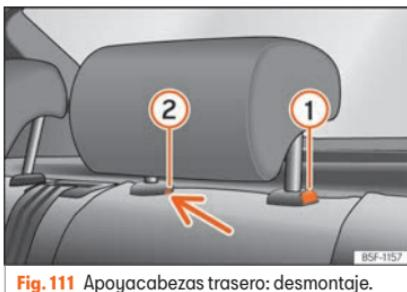

Fig. 111 Apoyacabezas trasero: desmontaje.
- Pulse la tecla »» fig. 111 ①, apretando a la vez por el orificio del seguro ② con un destornillador plano de máximo 5 mm de anchura y retire el apoyacabezas.